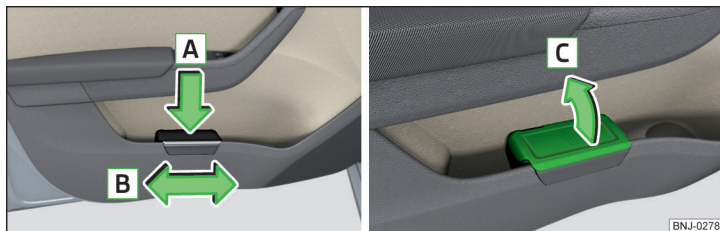

Fig. 69 Recipientul pentru reziduuri: introducerea sau deplasarea/deschiderea
- Apăsăți recipientul pentru reziduuri în partea din spate în sensul săgeții **A** » fig. 69.
- Scoateți recipientul pentru reziduuri în sens contrar săgeții **A** » fig. 69.
- Ridicați capacul în sensul săgeții **C** » fig. 69.